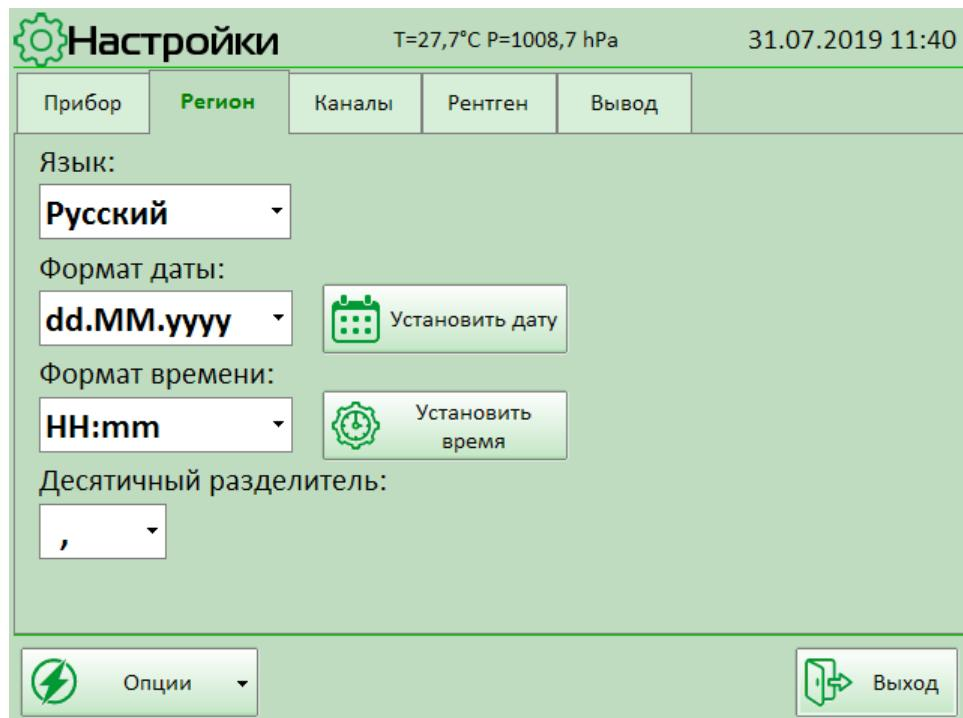

Рисунок 16
13.5.3 Вкладка **Регион** (Рисунок 16) содержит набор региональных настроек интерфейса анализатора: